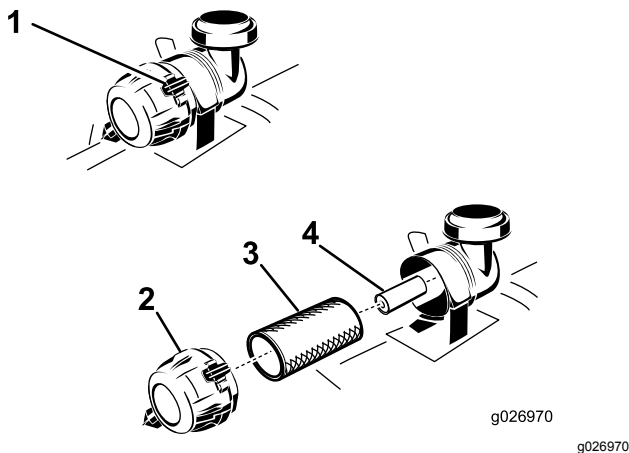

Figura 35
3. Presione hacia abajo para abrir los enganches del limpiador de aire, y tire de la tapa de la entrada de aire para separarla del cuerpo del limpiador de aire (Figura 35).
5. Extraiga con cuidado el filtro primario de la carcasa del limpiador de aire (Figura 35).
2. Si va a cambiar el filtro secundario, deslícelo cuidadosamente en el cuerpo del filtro (Figura 35).
3. Deslice cuidadosamente el filtro primario por encima del filtro secundario (Figura 35).
5. Instale la tapa del limpiador de aire y gírela hasta que los enganches la bloqueen en su sitio (Figura 35).